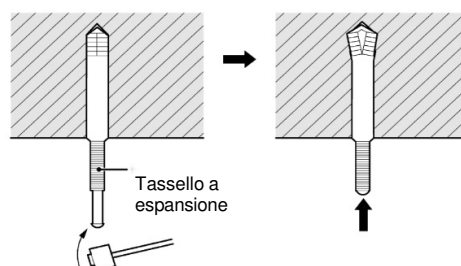

Fig.4.1.4
- 2) Inserire il tassello a espansione M10 nel foro, quindi inserire il bullone nel tassello, come illustrato nella Fig. 4.1.4.